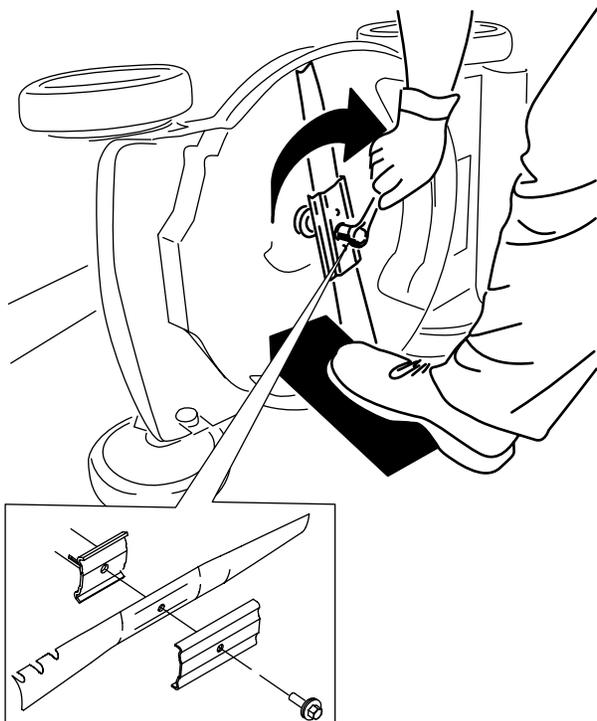

Figura 39
5. Montate la nuova lama usando la bulloneria di montaggio (Figura 39).